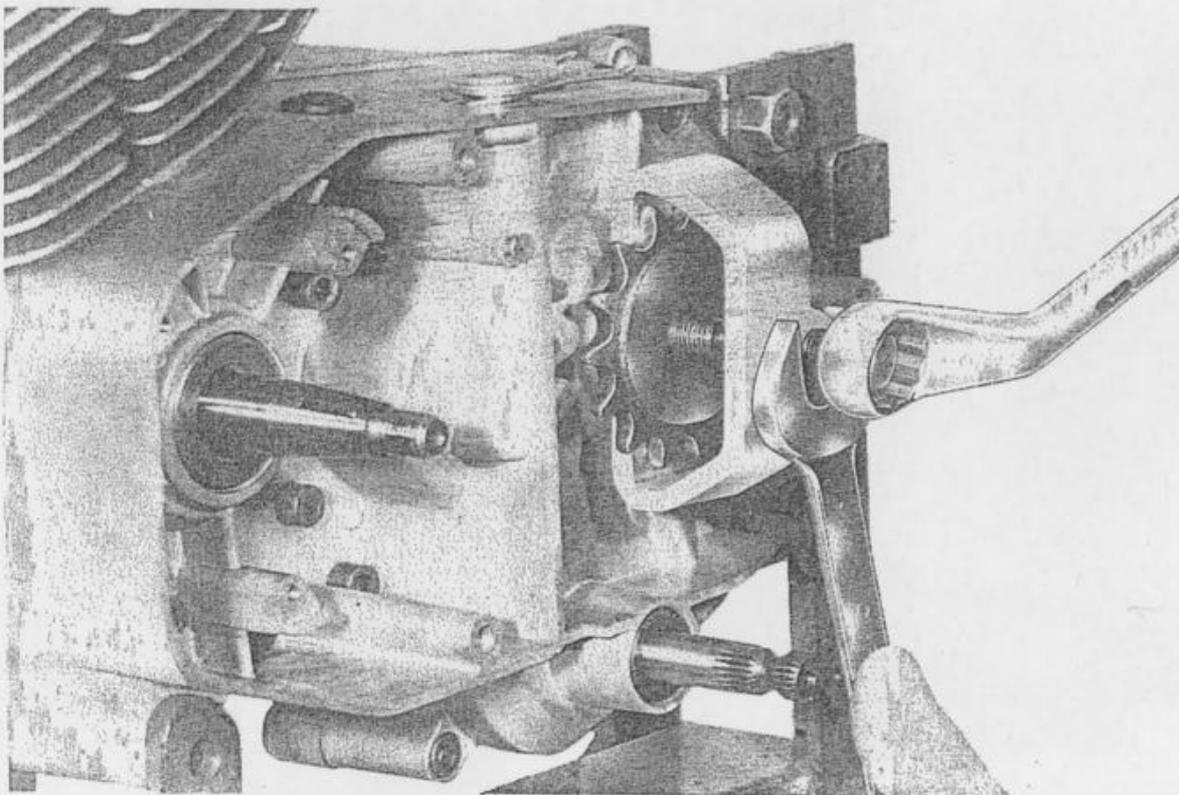

Fig. 10 - Estrazione pignone catena
- Usando l'«Estrattore per pignone catena», matricola 0005.051.00, togliere il pignone catena, agendo sulla vite centrale dell'estrattore stesso, con una chiave normale di 17 mm. Trattenere fermo l'estrattore, con una seconda chiave normale di 17 mm. (fig. 10).